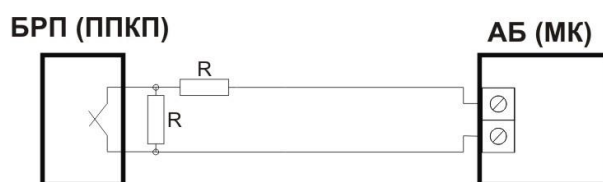

Рисунок 2.23
1) В нормальном режиме величина сопротивления линии определяется резистором R (4.7кОм). В случае тревоги или сбое в работе УЭ эта величина меняется на 2R (нормально замкнутый вход рис.2.23), либо R/2 (нормально открытый вход или открытый коллектор рисунок 2.24).